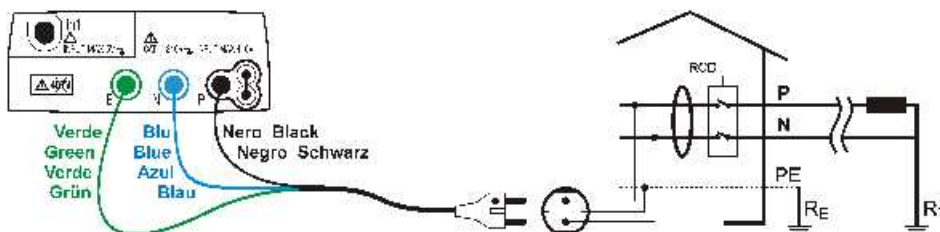
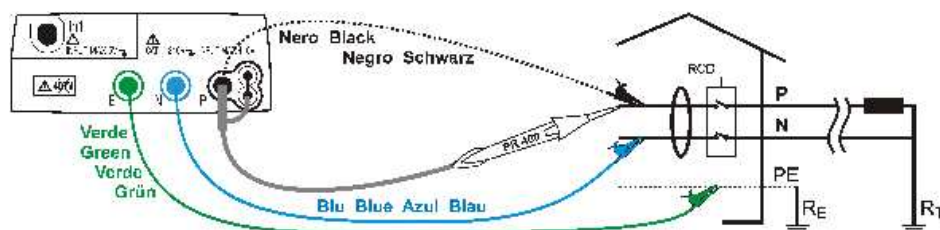
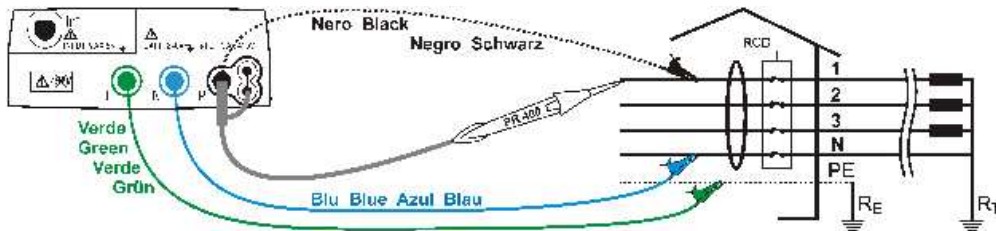
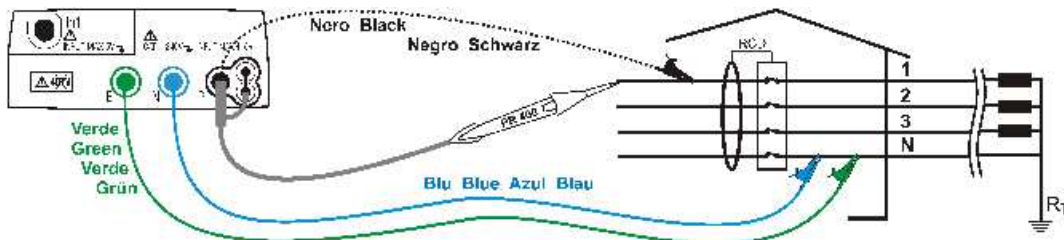

Abb. 10: Geräteanschluss zum einphasigen oder mehrphasigen Test des 230-V-RCD-Schutzschalters mittels 3 Leiter Schukokabel
Abb. 11: Geräteanschluss zum einphasigen oder mehrphasigen Test des 230-V-RCD-Schutzschalters mittels Einzelkabeln und Tastkopf
Abb. 12: Geräteanschluss zum 400V + N + PE dreiphasigen Test des RCD-Schutzschalters mittels Einzelkabeln und Tastkopf
Abb. 13: Geräteanschluss zum 400V + N (ohne PE) dreiphasigen Test des RCD-Schutzschalters mittels Einzelkabeln und Tastkopf
4. Führen Sie den grünen, blauen und schwarzen Steckverbinder des dreipoligen Schukokabels in die entsprechenden Eingangsbuchsen E, N und P des Messgerätes ein. Alternativ dazu können Sie Einzelkabel verwenden und die entsprechenden Krokodilklemmen an die freien Kabelenden ankleben. Sie können auch den Tastkopf benutzen, indem Sie dessen mehrpoligen Steckverbinder in die Eingangsbuchse P einführen. Verbinden Sie den Schukostecker, die Krokodilklemmen oder den Tastkopf mit dem elektrischen Stromnetz entsprechend Abb. 10, Abb. 11, Abb. 12, Abb. 13 und Abb. 14.